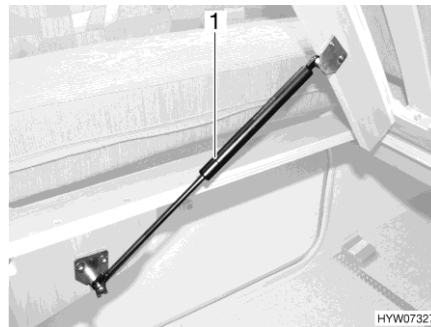

Fig. 140 Lit fixe
- Soulever le sommier à lattes. Les ressorts à pression de gaz (Fig. 140,1) maintiennent le sommier à lattes en position ouverte.